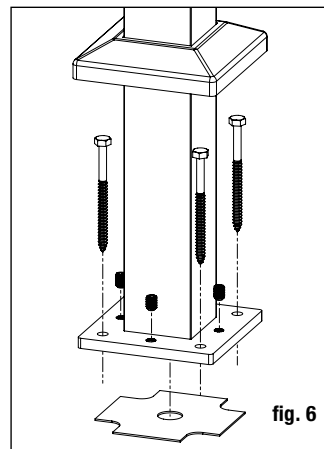

fig. 6
**Paso 5** Vuelva a colocar el conjunto del poste con la placa niveladora insertada entre la plataforma y la base del poste, y alineada con los orificios pretaladrados. Inserte los sujetadores de los postes (**NO INCLUIDOS**) y apriételos parcialmente. Con un nivel, ajuste los tornillos de ajuste de nivelación con una llave Allen de 3/16 pulg. hasta que el poste esté a plomo. Apriete completamente los sujetadores de los postes para asegurar la base a la estructura de la plataforma. *Nota: Se recomiendan tirafondos de 5/16 pulg. x 4 pulg. o más largos.* (fig. 6)